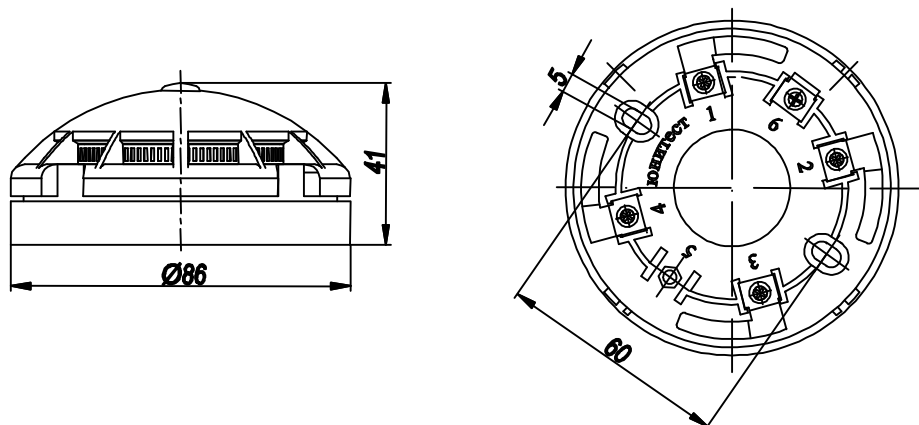

Рис.1. Габаритные и установочные размеры извещателя.
1.6. В зависимости от схемы подключения (см. рис. 1 и 2) извещатель подает извещения «ВНИМАНИЕ» или «ПОЖАР» на ПКП, что позволяет использовать его для управления пожарной автоматикой. Извещения подаются путем замыкания шлейфа сигнализации в прямой полярности с остаточным напряжением 8В.